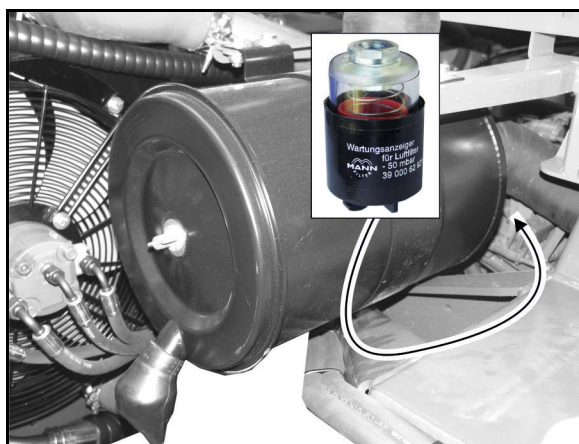

Fig. 164
2. Træk oliepinden (Fig. 164/1) ud og tør den af med en ren klud.
4. Om nødvendigt, skal der efterfyldes med den forskrevne olie i påfyldningsåbningen (Fig. 164/2,3).
5. Skru olieaftapningsskruen (Fig. 164/4) ud.